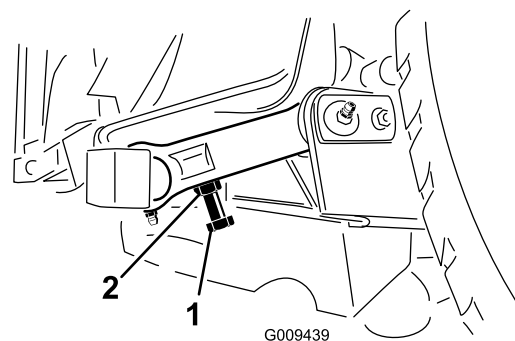

Figura 25
3. Para ajustar a distância, localize o parafusos de ajuste existente na ligação articulada posterior da unidade de corte (Figura 25). Desaperte a porca de retenção no parafuso de ajuste. Desaperte ou aperte os parafusos de ajuste até obter uma folga de 10 a 16 mm e, em seguida, aperte a porca de retenção.